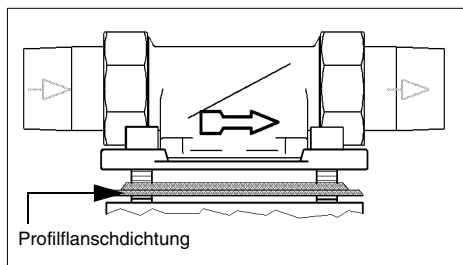

Abb. 4: Einbaudrehflansch
Der Einbaudrehflansch muss in Fließrichtung installiert werden. Diese ist durch einen eingegossenen Pfeil gekennzeichnet (siehe Abb. 4).
- Prüfen, ob das Profil der Profilflanschdichtung zum Einbaudrehflansch zeigt (siehe Abb. 4).
Das Profil der Profilverflanschdichtung muss zum Einbaudrehflansch zeigen (siehe Abb. 4). Wird dies nicht beachtet, so kann es zu Undichtheiten und zum Austreten von Wasser kommen. Dabei können Wasserschäden an Haus und Einrichtung entstehen.